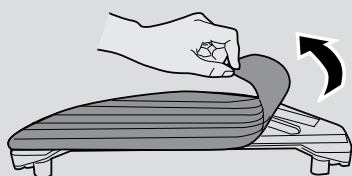

Fig. 13
1. Retire el la mopa de la parte inferior del tanque de agua. [Fig. 13]